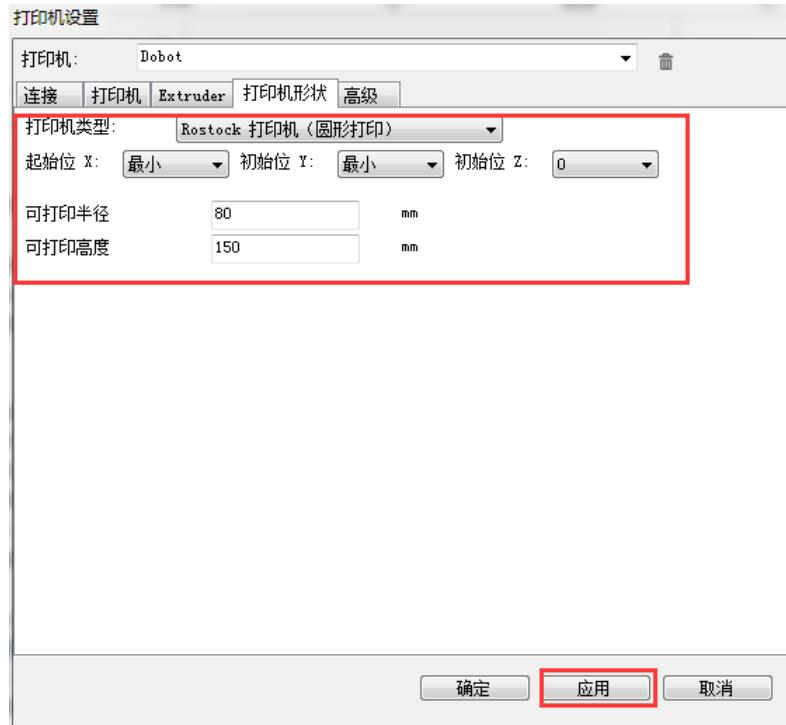

图 5.129 打印机形状设置
6. 在“打印机形状”页签按图 5.129 红框所示设置参数，其余保持默认值即可，并单击“应用”。